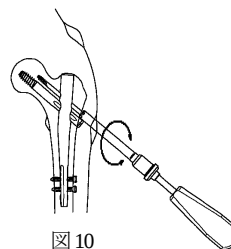

図 10
- 9) エクストラスクリューのヘッド部が骨面に埋まって抜去用エクストラスクリューホルダーが接続できない場合は、ハローリーマー11.0の後端にグリップハンドルを接続し、スクリューヘッドの周りの仮骨を除去してから、8) の手順でエクストラスクリューを抜去します。 (図 10)